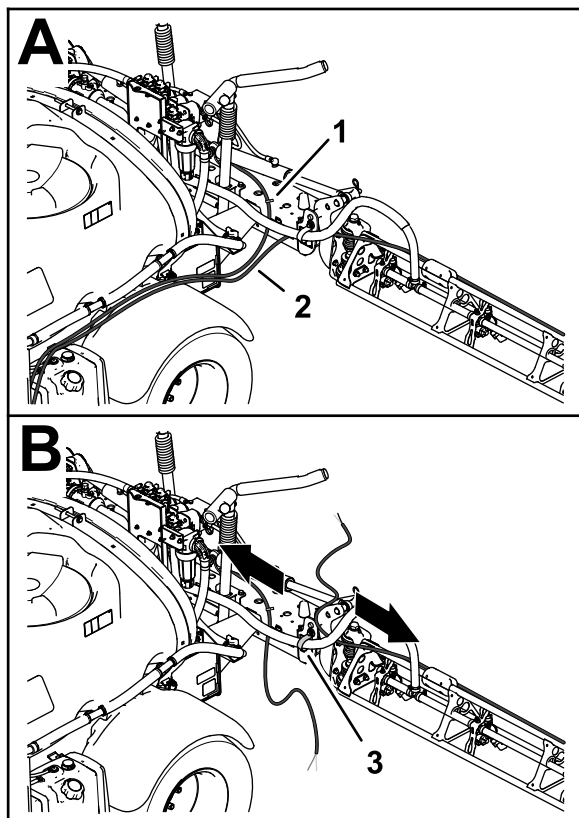

Figura 17
2. Spostate i tubi per gli ugelli della schiuma nella sezione di irrorazione di sinistra e destra, indietro e attraverso il serratubi a R accanto al punto di articolazione per la sezione di irrorazione (Figura 17).